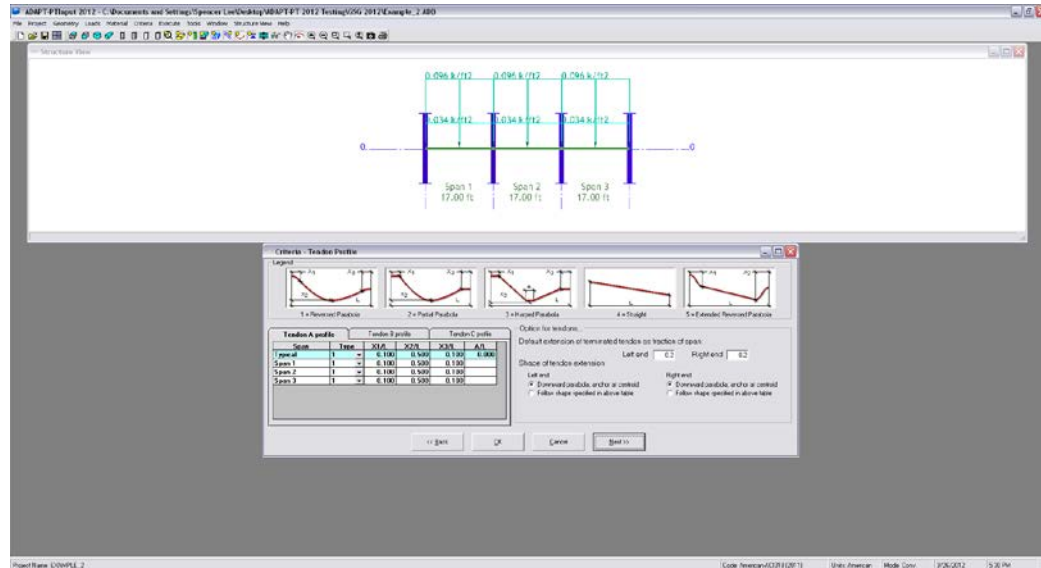

FIGURE 3.1-16
3.1.5.4 Specify The Tendon Profiles (Fig. 3.1-16)